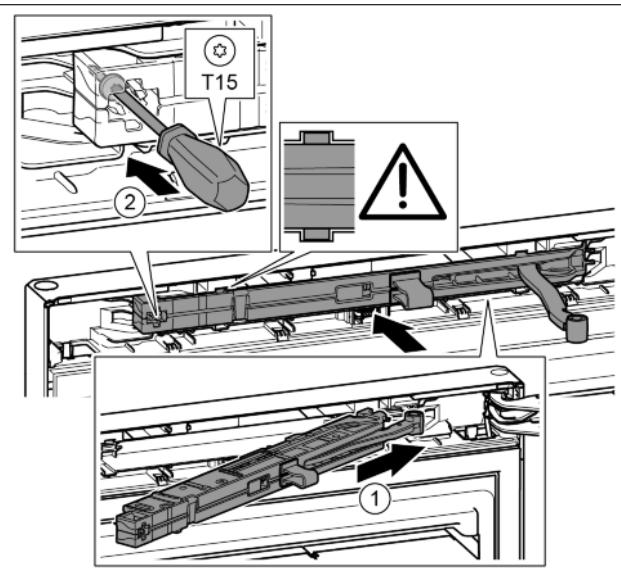

Fig. 24
- Під нахилом просуньте демпферний вузол з боку опорного кронштейна в отвір до упору. Fig. 24 (1)
- Закрутіть гвинт за допомогою винтувачки T15. Fig. 24 (2)